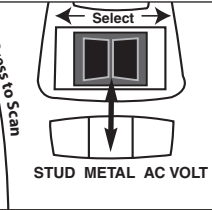

Fig. 3
ÉTAPE 2. Mettre le sélecteur sur « Métal » **(Fig. 3)** et balayer la surface pour rechercher les tuyaux métalliques cachés qui pourraient gêner l'installation.
- Placer le sélecteur à la position « Metal » (métal). **(Fig. 3)**